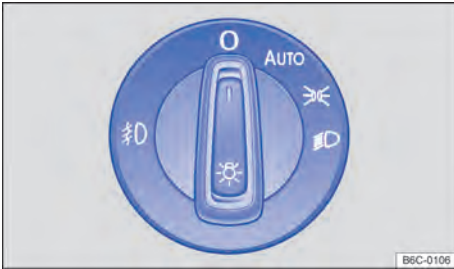

Fig. 71 Al lado del volante: interruptor de luces (una variante).
- Conectar el faro antiniebla: tirar del conmutador de las luces hacia afuera → fig. 71, hasta la primera ranura. El testigo de control de color verde se enciende en el conmutador.
- Conectar el piloto antiniebla: tirar del conmutador de las luces totalmente hacia afuera → fig. 71. El testigo de control se enciende amarillo en el cuadro de instrumentos.